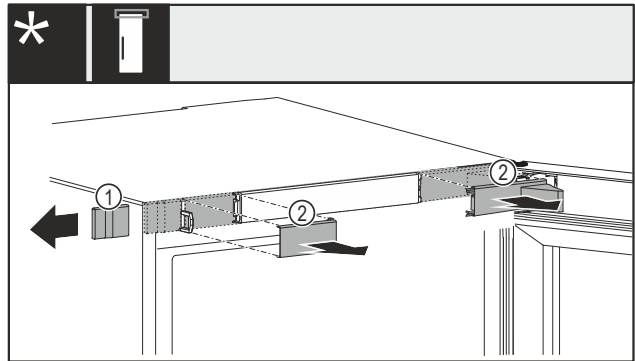

Fig. 13 Con candado mecánico o eléctrico*
- ▶ Retire con cuidado la cubierta Fig. 13 (1) lateralmente.*
- ▶ Retire con cuidado las cubiertas Fig. 13 (2) hacia delante.*